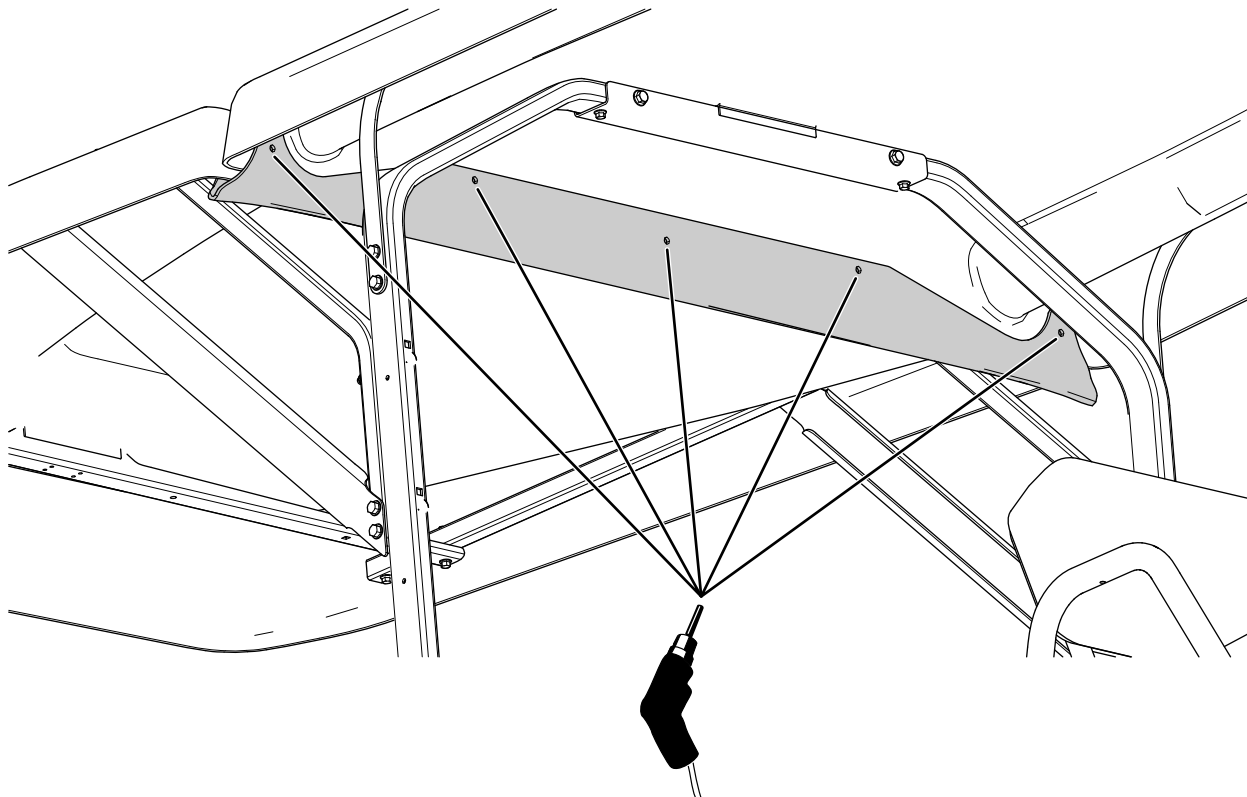

図 9
2. 雨樋を型紙として使って、前側日よけに穴6.4 mmを 5 つ開ける 図 9。